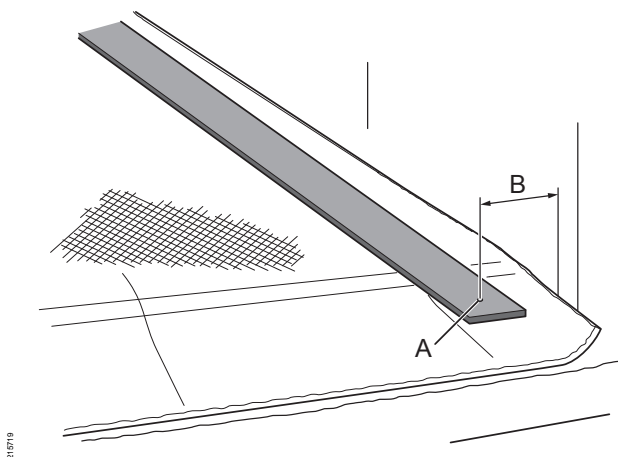

Fig. 9: Plassere glassfiberprofilen
1. Legg glassfiberprofilene med ribbene under, langs sidene i båsen, som vist Fig. 9.